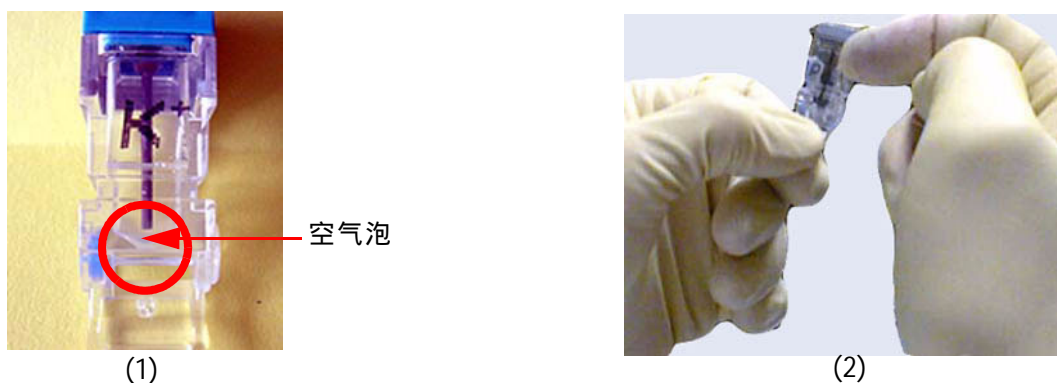

Fig. 21
- 检查电极内部电解液可能存在的空气泡（见图21/1）。
垂直捏住电极并用指甲轻弹电极体（见图21/2）。